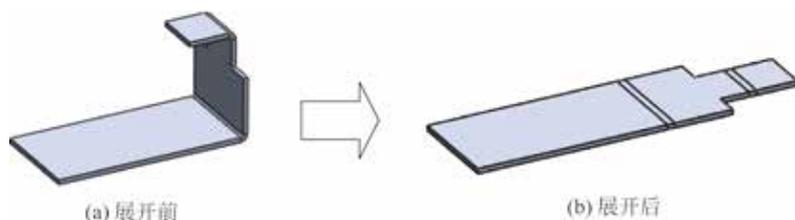

图 5.111 钣金全部展开
-  按钮: 用于自动将模型中所有可以展开的折弯进行选中, 进而全部展开, 如图 5.111 所示。